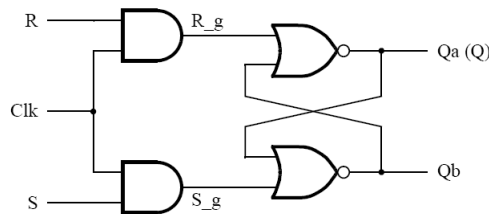

Figure 7: Bascule SR
1. Ouvrez un nouveau projet et réalisez le circuit de la figure 7.
2. Écrivez la table logique pour ce circuit (Note: il faut prendre en compte de délai). Simulez votre design à l'aide du logiciel Quartus. Expliquez pourquoi on l'appelle Set-Reset (SR).